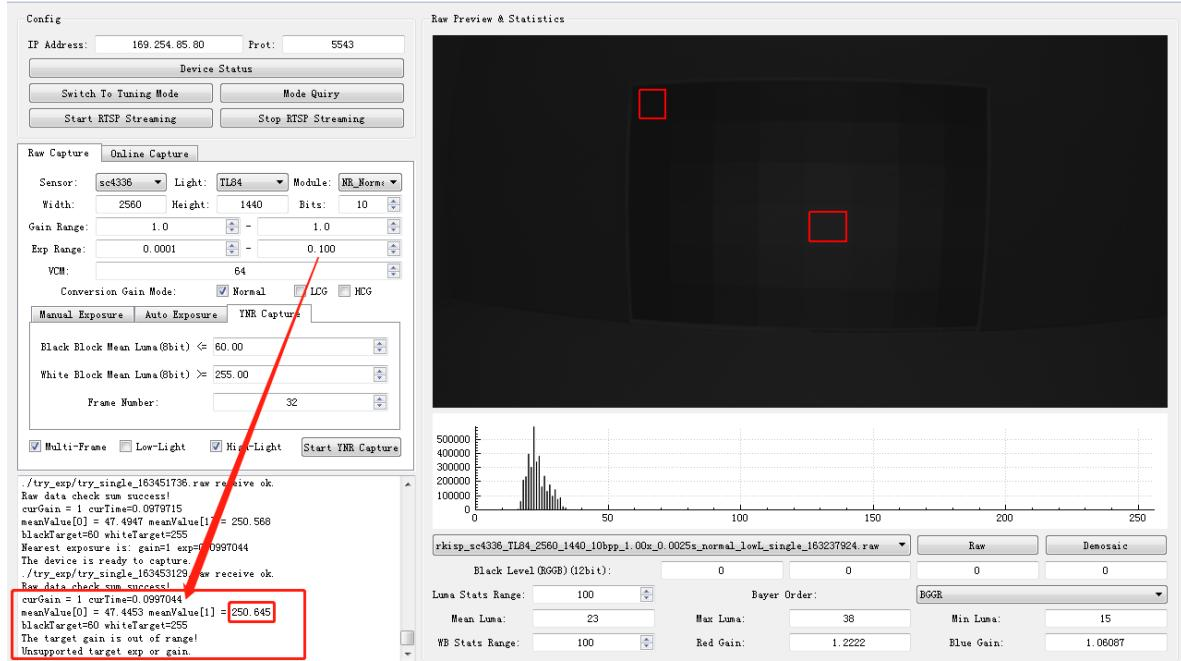
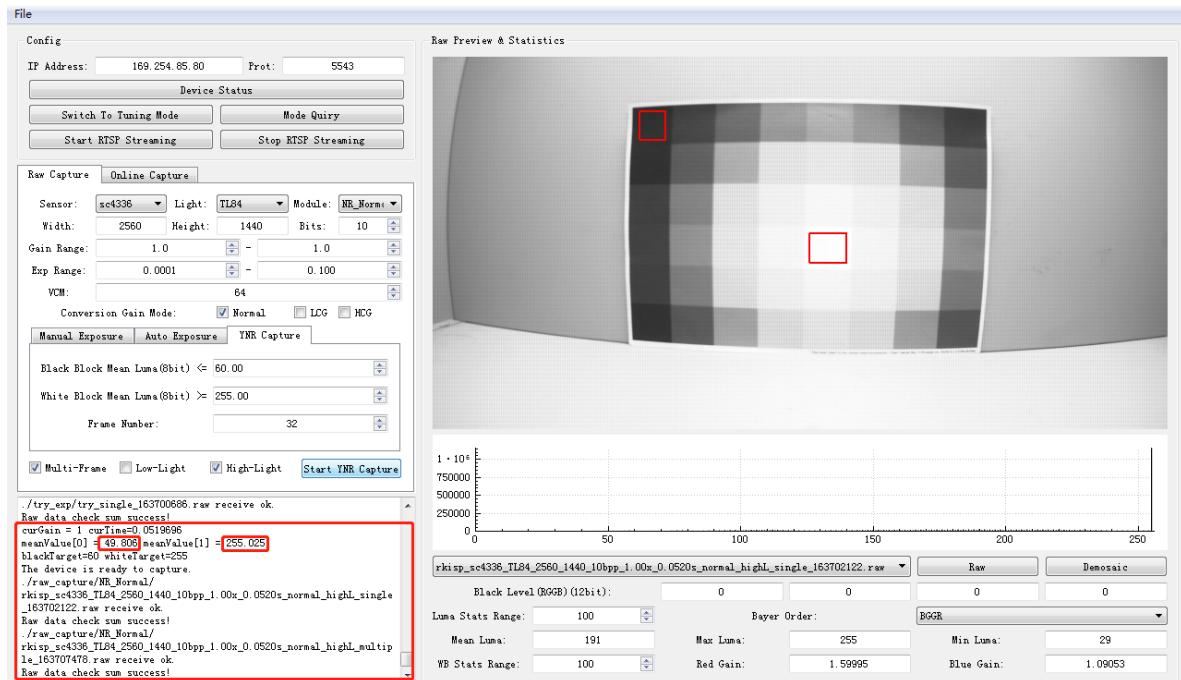

图4-6-7
图4-6-8
b)当曝光打满，最亮块的亮度仍然到不了255时，如图4-6-7所示，需要手动将灯箱亮度调亮，再点击Start YNR Capture重新拍摄，满足条件后得到带Multiple和Single后缀的Raw图各一张，如图4-6-8所示；